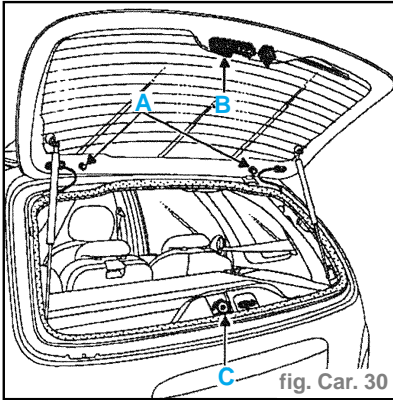
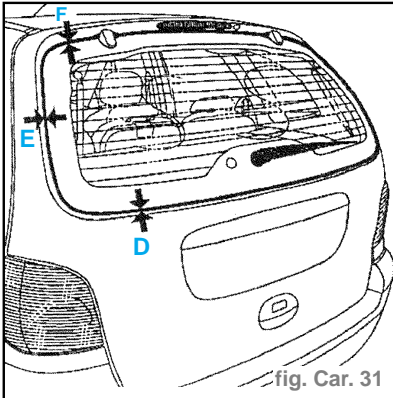
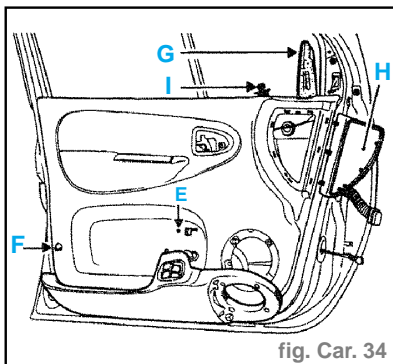

fig. Car. 30
fig. Car. 31
fig. Car. 34
- Faire fonctionner le moteur d'essuie-glace sans son bras (la butée du mécanisme sur lunette (B) viendra se loger dans le guide du moteur (C). (fig. Car. 30)
- Couple de serrage des vis de fixation (A) : **8N.m.**
- Jeux des ouvertures. (fig. Car. 31)
- Présenter l'ensemble cadre lunette sur la baie en respectant les jeux d'ouvertures (fig. Car. 31) .
- Déclipser le bac en (E) et dégager le pion (F) en soulevant le bac. (fig. Car. 31)
- le cache (G) des fixations de rétroviseur extérieur,
- la trappe (H) d'accès au connecteur de la manette (I) de réglage du rétroviseur (fig. Car. 34).